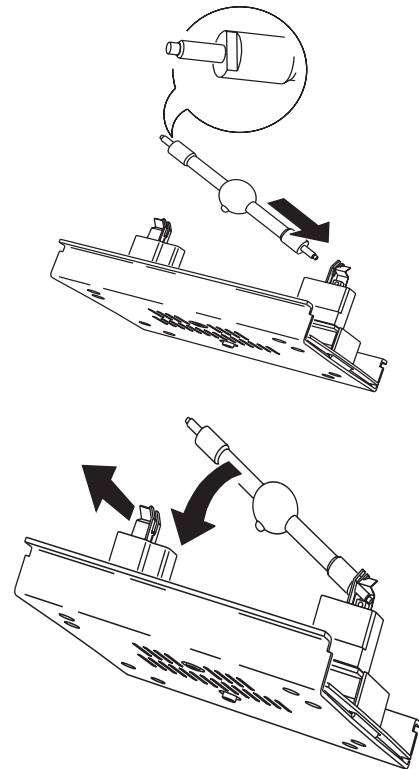

Bild 6: Einbau des Leuchtmittels
Die Sockel des Leuchtmittels sind speziell kodiert (siehe Bild 6), um eine eindeutige Brennstellung sicher zu stellen. Verwenden Sie niemals HMI 1200 W/S, die über den nicht kodierten Sockel SFC 10-4 verfügen.
- 4 Unter Bezug auf Bild 6: Schieben Sie einen Anschluss des Leuchtmittels in den rechten Sockel, wobei der Evakuierungs- Nippel des Kolbens nach hinten zeigen muss. Lösen Sie die Haltefeder am linken Sockel und drücken Sie das andere Ende des Leuchtmittels in den Sockel.